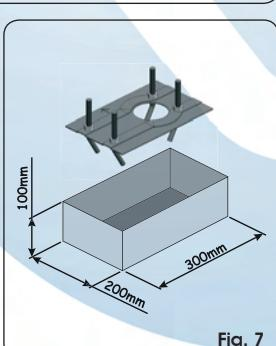

Fig. 7
3. Maak een funderings Sokkel zoals in Fig. 7 en metsel de funderingsplaat in met een of meer buizen voor elektriciteitskabels. Controleer met een waterpas of de plaat perfect horizontaal is. Wacht tot het cement gehard is.